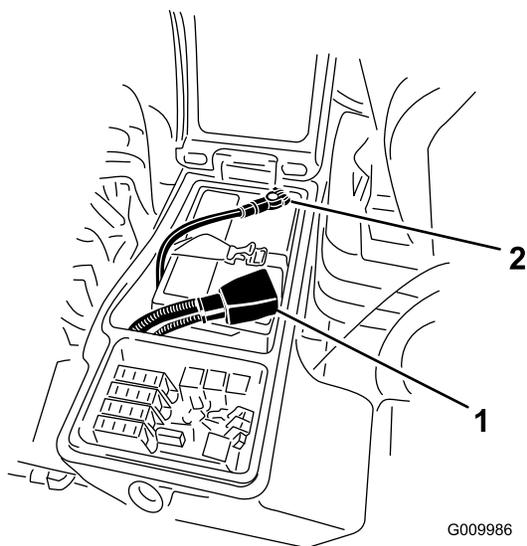

Figura 52
3. Retire o cabo negativo (preto) do terminal negativo (-) e o cabo positivo (vermelho) do terminal positivo (+) da bateria (Figura 52).
6. Instale o cabo positivo (vermelho) no terminal positivo (+) e o cabo negativo (negro) no terminal negativo (-) da bateria (Figura 52).